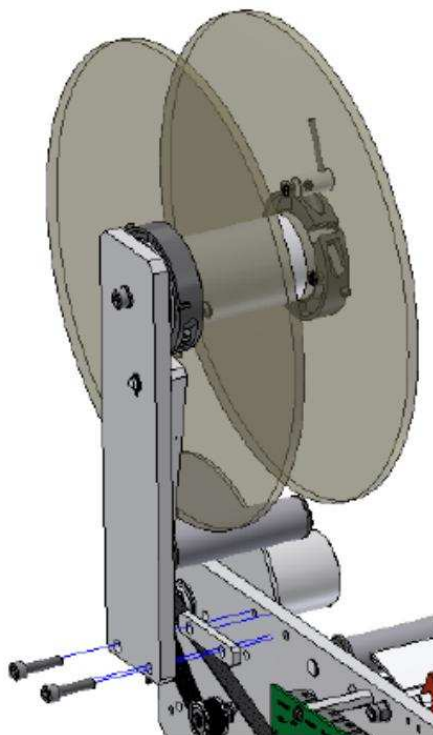

FIGURA 6
- \* **Assemblare** il supporto magazzino etichette e le flange come rappresentato nella figura 6, utilizzando le due viti e il distanziale in dotazione.